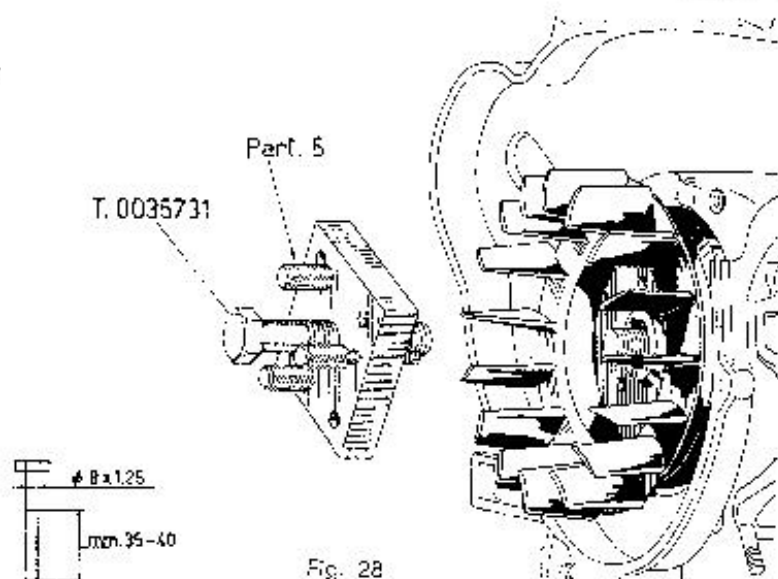

Fig. 28
- **Ventola:** bloccare la ventola « c » e svitare il dado « d »; se la ventola non si estrae spontaneamente, usare l'attrezzo apposito, applicandolo come indicato in fig. 28.